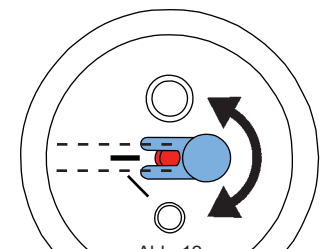

Abb. 12
- Bei Strahl tanks 25-70µm muß die Dosierdüse ausgerichtet werden (Abb.12)!